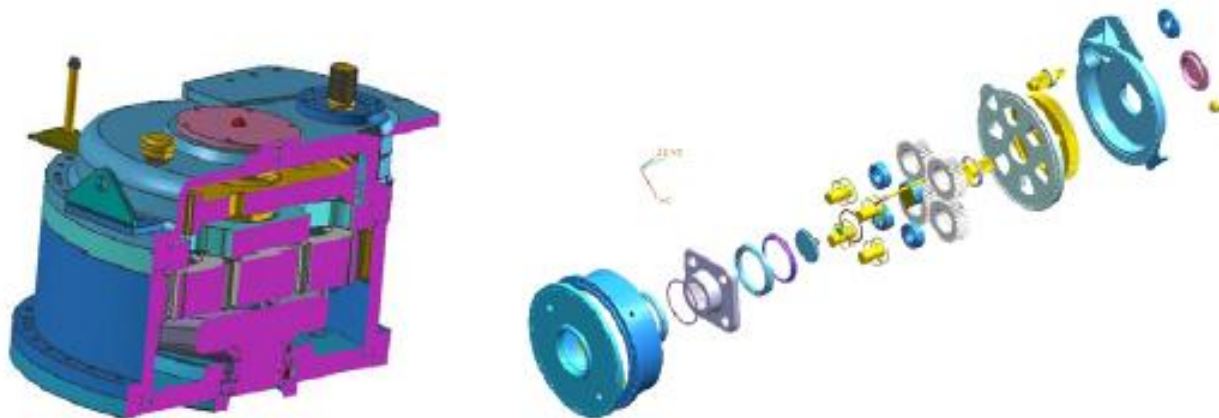

Рисунок 10-4. Редуктор поворота
Поворотный редуктор (см. рисунок 10-4) – это вертикальный редуктор с одноступенчатой прямой зубчатой передачей и одноступенчатой планетарной зубчатой передачей.
1. Снять болт-пробку (15) с крышки (9);
2. Такелажный болт М16 длиной 200 продеть через отверстие болта-пробки и вкрутить в резьбовое отверстие конца солнечного вала второй ступени (1);
3. Отметить вдоль фланцевой (9) горизонтальной поверхности место, куда должен вкручиваться болт, с помощью специального оборудования поднять солнечный вал (вес около 100 кг) до верха заслонки конца вала, измерить расстояние подъема;
4. Если это расстояние превышает 8 мм сферическую торцевую крышку (36) и подпятник (37) (см. рисунок 10-4) следует заменить.